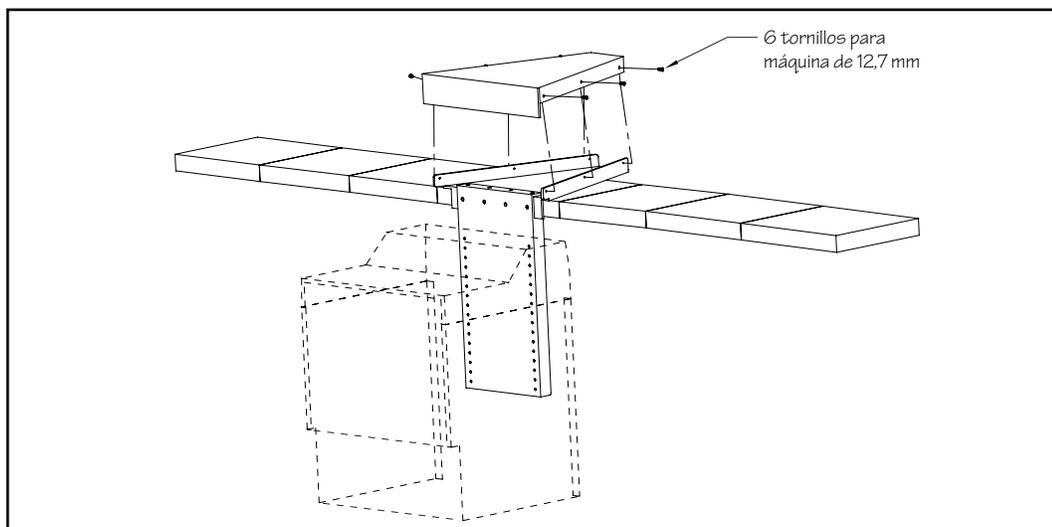

Fig. 9.4
9.7 Coloque la cubierta de la manguera dentro de la bandeja y utilice los tornillos de acero inoxidable de 12,7 mm para poner la cubierta en la bandeja (Fig. 9.4).